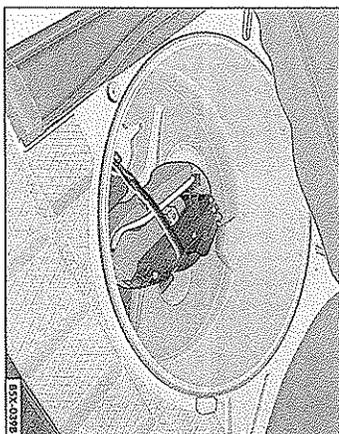

Fig. 6 Acceso al conjunto de herramientas
- Retire la faja de fijación ⇒ fig. 6 por sus extremos para llegar al conjunto de herramientas.